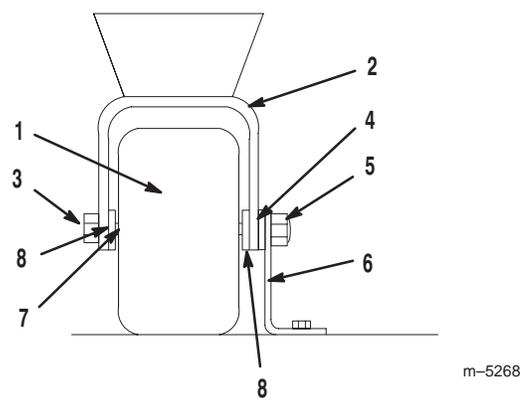

Figure 2
1. Enlevez le contre-écrou vissé sur le boulon qui fixe la patte d'ancrage à la roue arrière (Fig. 2).
2. Enlevez la patte d'ancrage du boulon. Vissez le contre-écrou sur le boulon jusqu'à ce que la chape s'enclenche sur l'entretoise (Fig. 2).